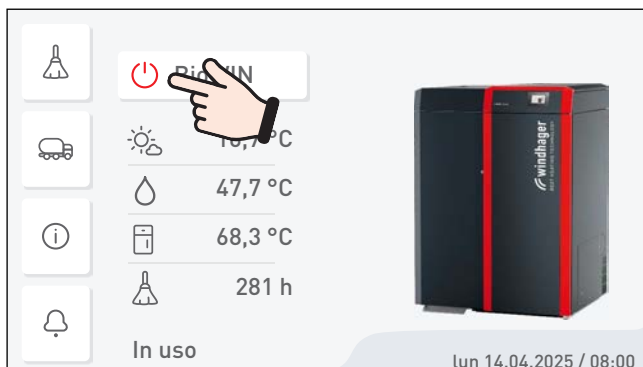

Fig. 35 Spegnerla caldaia a pellet
- Spegnerla la caldaia con il tasto ON/OFF su InfoWIN Touch (Fig. 35 – vedere anche il manuale d'uso di InfoWIN Touch) e attendere la fine combustione (circa 20 minuti).